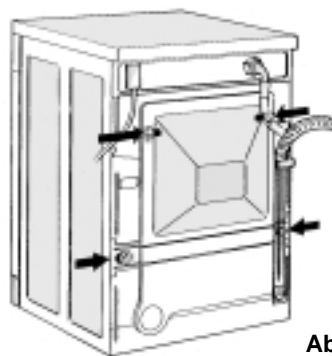

Abb. 2
1. Die Schrauben mit dem mitgelieferten Schraubenschlüssel lockern (Abb. 2).